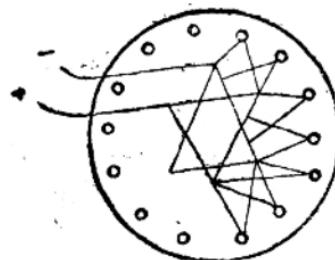

图 13
(2) 三角联綫法(图13)，这种方法可以避免丢炮瞎炮現象。